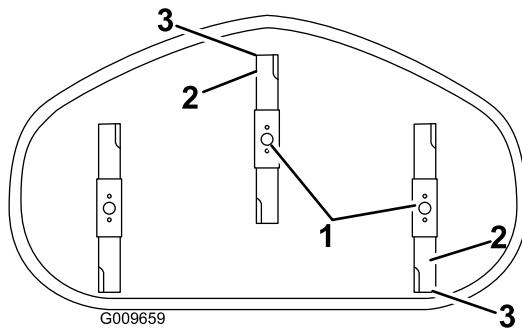

Figura 53
5. Mida entre la punta de la cuchilla delantera y la superficie plana y entre la punta de la cuchilla trasera y la superficie plana (Figura 53). Si la punta de la cuchilla delantera no está entre 1,6 y 7,9 mm más baja que la punta de la cuchilla trasera, ajuste la contratuerca delantera.
4. Gire cuidadosamente las cuchillas colocándolas en el sentido de avance de la máquina (Figura 53).
que la punta de la cuchilla más avanzada esté entre 1,6–7,9 mm más baja que la punta de la cuchilla más atrasada (Figura 53).